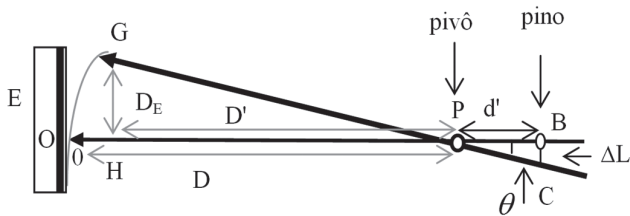

Figura 5.5: Medida do deslocamento da haste na escala E.
9. Meça na escala E o deslocamento perpendicular D_E da ponta da haste (Figura 5.5).
O desenho representado na **Figura 5.5** permite encontrar uma expressão que fornece a variação do comprimento da haste ΔL em função das medidas diretas d' , D_E e D . Nele, estão representadas a haste no instante inicial (a haste coincide com a reta OP) e no instante em que a temperatura já estabilizou (a haste coincide com a reta GP).